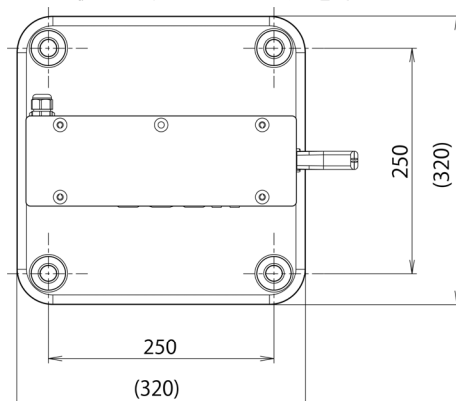

Fig.2 ベースプレート取付穴寸法
- 3) ベースプレートテンプレートとして使用し、4 つの取付穴を床面にマークしてドリルで穴を開けます。(Fig.2)